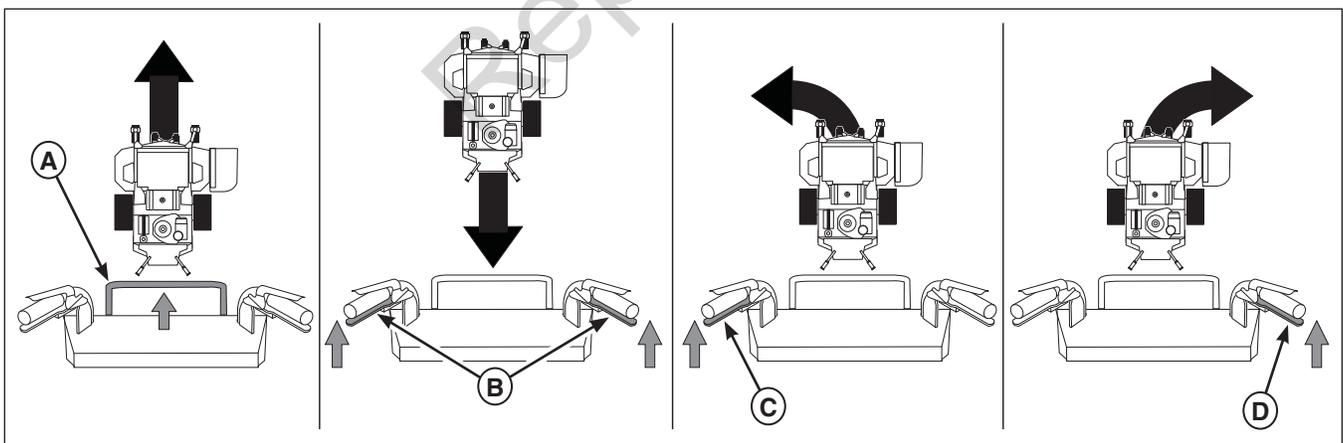

Figura 9. Conducción del Cortacésped
5. Gire cuidadosamente la barra rompedora **en el sentido contrario al de las agujas de reloj** e instale la correa de tracción en la polea loca fija. Libere cuidadosamente la tensión en la barra rompedora. Se debe guiar la correa exactamente como se muestra en la Figura 9.